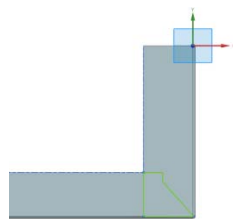

图 11-102 绘制草图
(2) 单击  按钮，进入草图绘制环境，绘制如图 11-102 所示的草图。单击“完成”按钮 ，退出草图绘制环境。
(3) 在视图区选择图 11-102 所绘制的草图，单击“完成”按钮, 退出草图绘制环境。视图区预览所创建的法向除料特征，如图 11-103 所示。